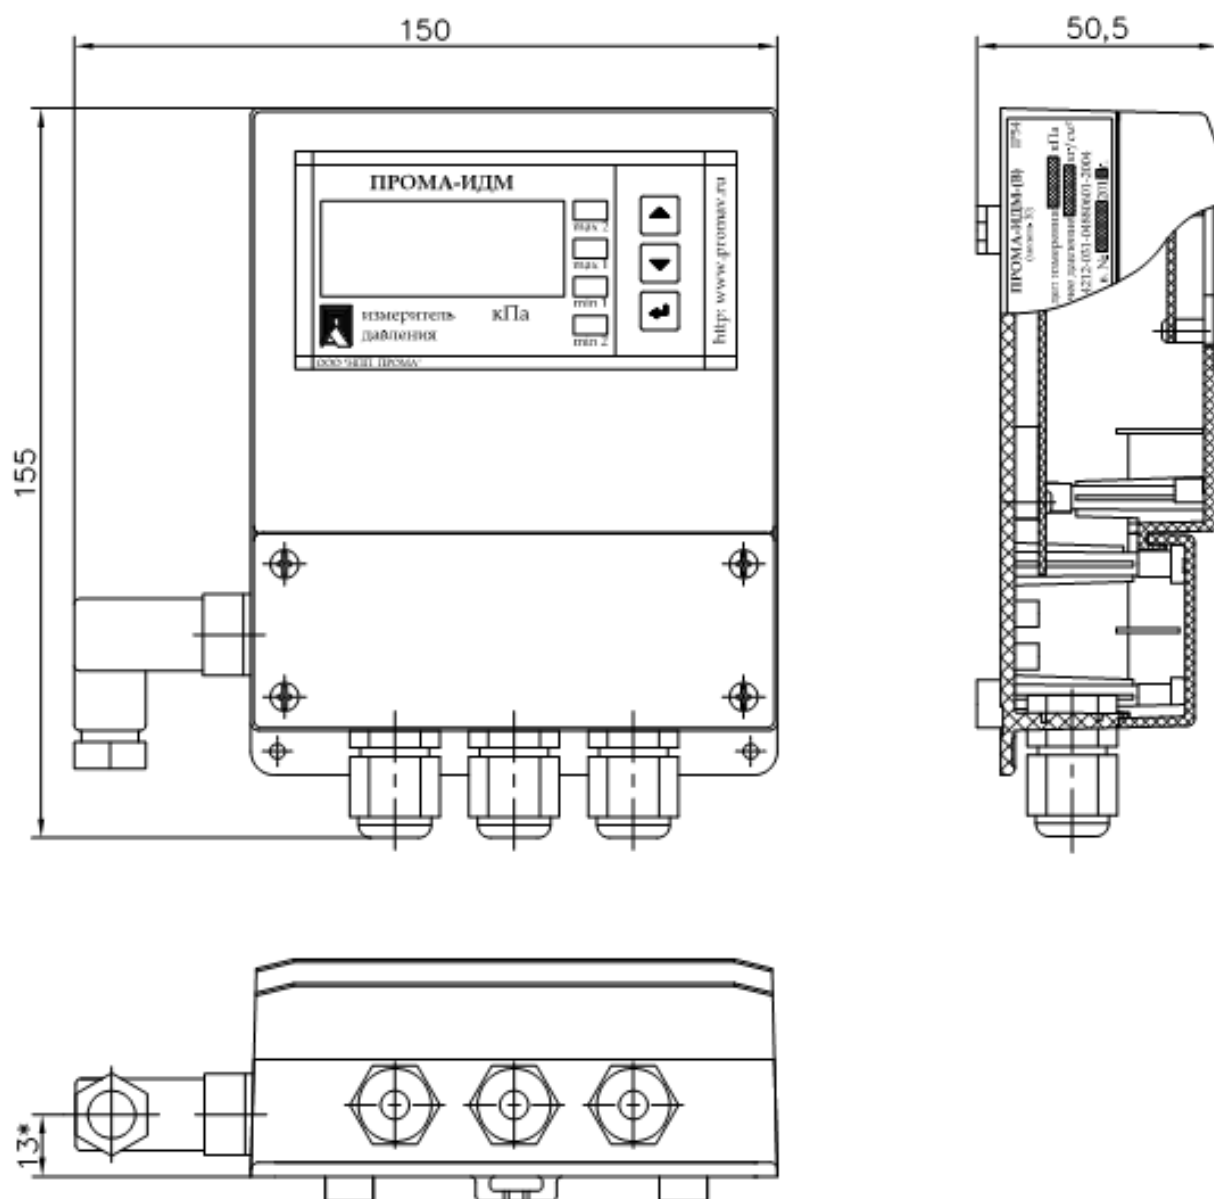

Рис. 2.3. Измеритель ПромА-ИДМ(В) Настенное исполнение.
- Рис. 2.3. Измеритель Прома-ИДМ(В) Настенное исполнение. Габаритный чертеж.